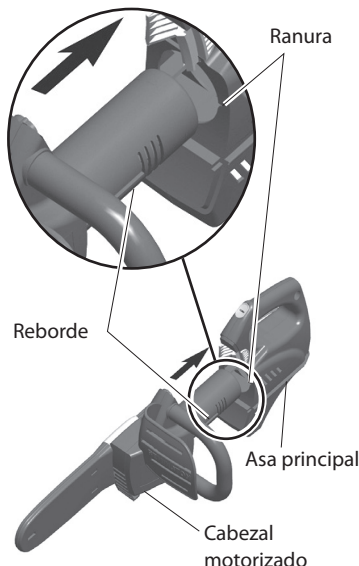

Figura 5 - Alinee el cabezal motriz con el mango
1. Alinee el reborde del cabezal motriz de la motosierra con la ranura del mango principal (vea la figura 5).